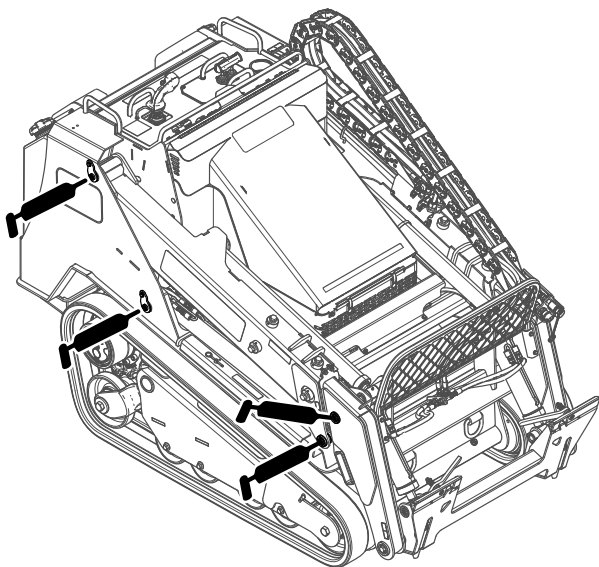
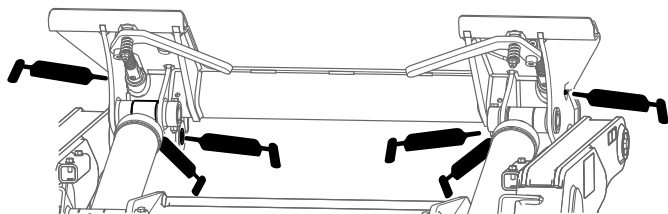
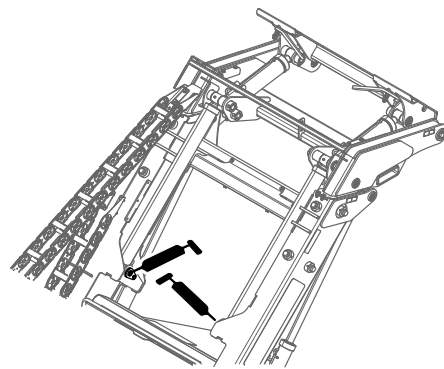

Figure 47
Figure 48
Figure 49
4. Raccordez un pistolet de graissage à chaque graisseur (Figure 47, Figure 48 et Figure 49).
Remarque: Élevez les bras de chargeuse avant de graisser les graisseurs; voir la Figure 49.